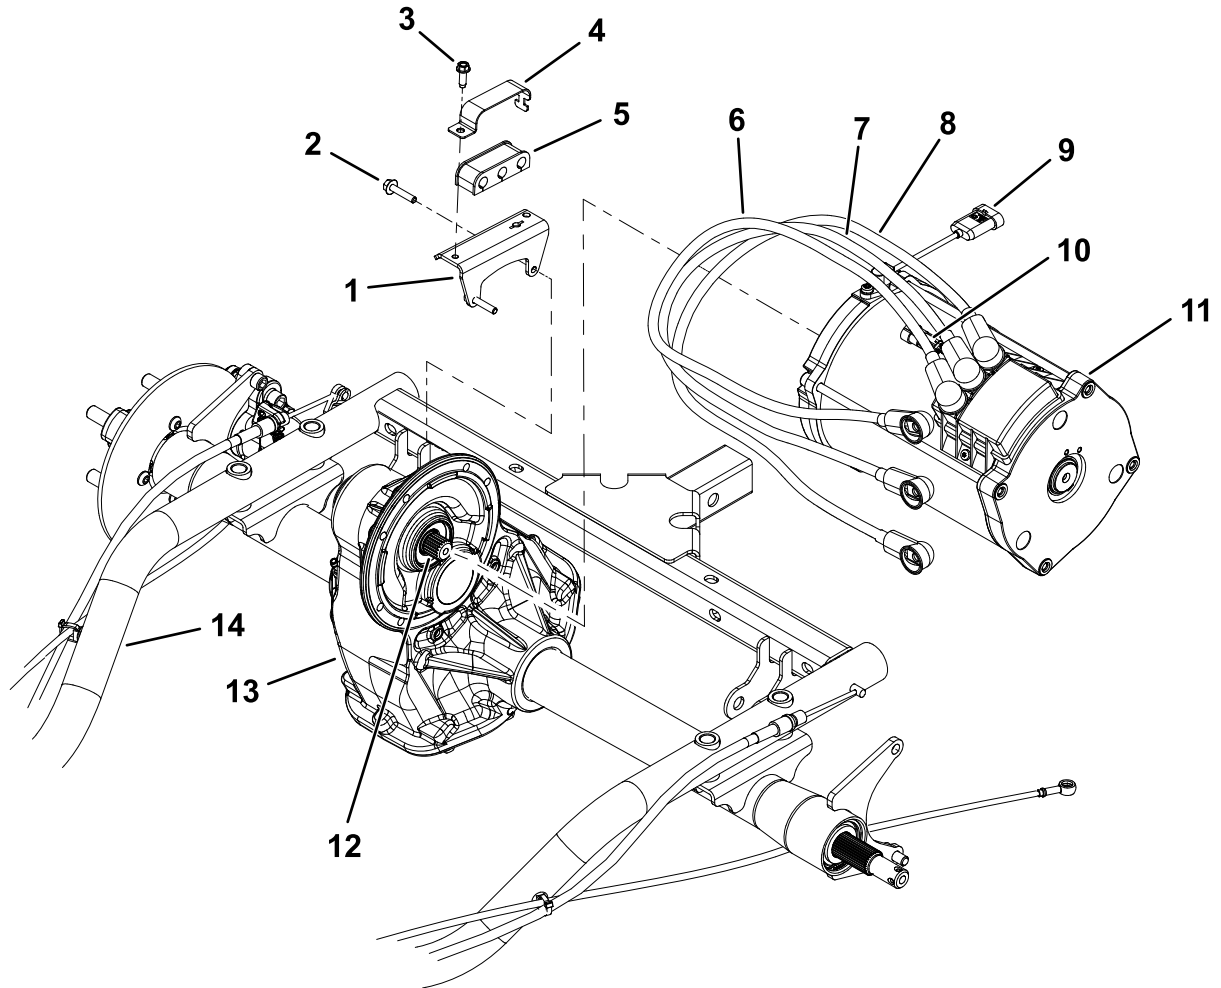

Figura 3
- Retire los 2 tornillos con arandela prensada que fijan el soporte de los cables al transeje y al motor de tracción (Figura 3).
- Retire los 4 tornillos con arandela prensada restantes que fijan el motor al transeje (Figura 3).
- Tire del motor alejándolo del transeje hasta que el eje del motor se desengrane del eje de entrada del transeje (Figura 3).
- Si es necesario, retire el tornillo con cabeza de arandela que fija el retenedor del aislador y el aislador al soporte del aislador (Figura 3)
1. Si se retiraron el aislador y los cables del soporte, inserte los cables en el aislador (Figura 3).
2. Fije el aislador y los cables al soporte con el soporte del aislador y el tornillo con cabeza de arandela (Figura 3).
4. Aplique lubricante antiadherente en las acanaladuras del transeje y en los ejes del motor de tracción (Figura 3).
- A. Alinee los taladros de montaje del motor y del transeje (Figura 3).
- B. Instale 4 tornillos con arandela prensada a través de los taladros del transeje y en el motor de tracción (Figura 3)
- C. Coloque el soporte de los cables con los cables conectados en el motor y el transeje (Figura 3).
- D. Instale los 2 tornillos con arandela prensada finales (Figura 3).